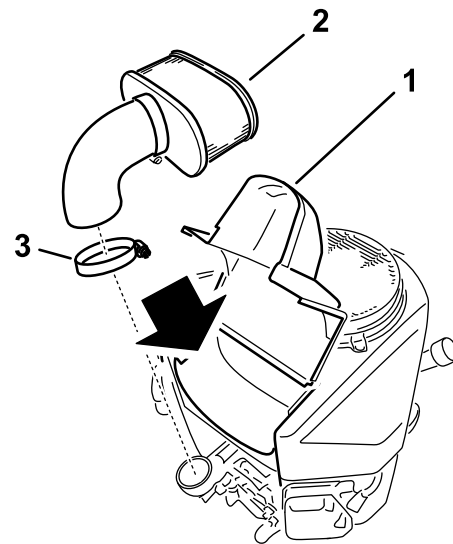

Figura 34
3. Limpie alrededor de la tapa del limpiador de aire para evitar que la suciedad penetre en el motor y cause daños y levante la tapa y retire la abrazadera que sujeta el conjunto del limpiador de aire al motor (Figura 34).
4. Afloje la abrazadera y retire el elemento de papel (Figura 34).